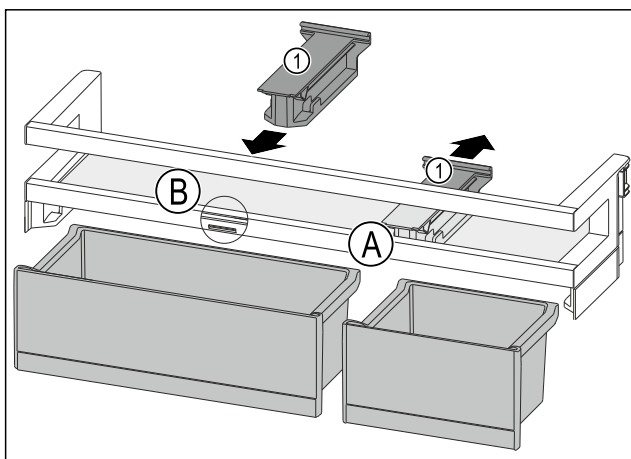

Fig. 190
- Húzza hátra a tartóelemet Fig. 190 (1) pozícióba Fig. 190 (A).
- Helyezze be a tartóelemet Fig. 190 (1) pozícióba Fig. 190 (B).